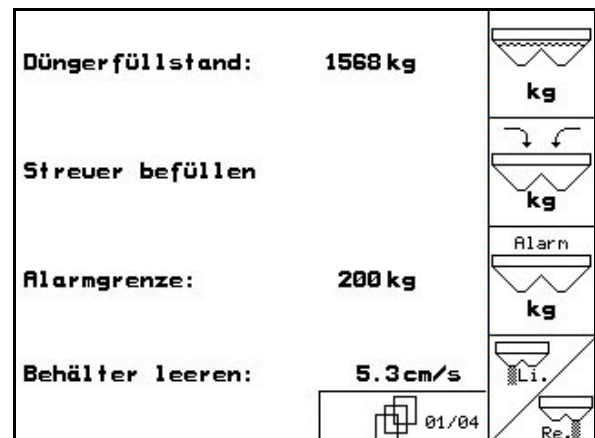

Fig. 50
- Im Menü Maschinendaten Seite eins  (Fig. 50).
nachgefüllte Düngermenge bestätigen (Fig. 50).